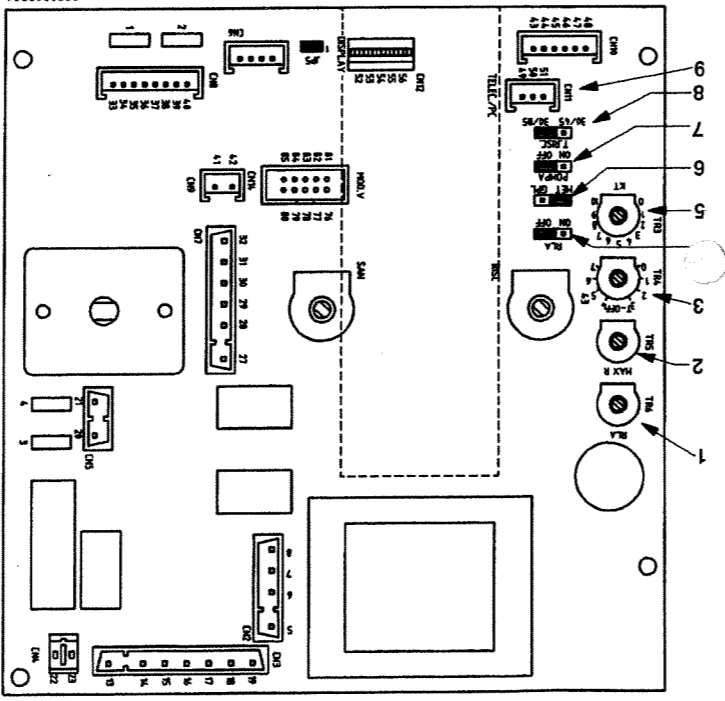

Figura 6b
- * nella scheda elettronica principale posizionare il ponticello, del connettore CMI, nel settore MFT per il gas metano o nel settore GPL per il gas liquido (figura 6B a pagina 13).